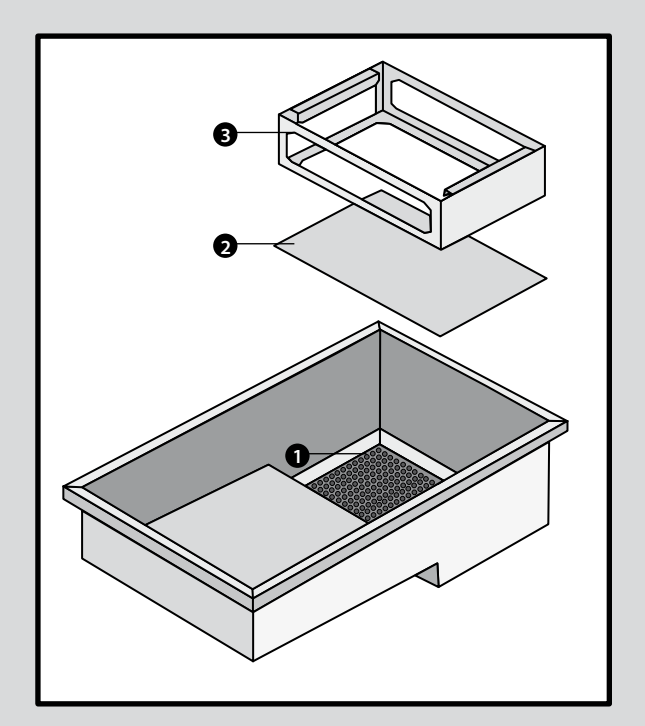

Figura 1 COLOCACIÓN DE LA MALLA MULTIPERFORADA Y PAPEL FILTRANTE.
- 1. Colocar la malla multiperforada (1) en la parte interna de la tina, seguido del papel filtro (2) y colocar por encima el pisa papel como se muestra a continuación (Figura 1).